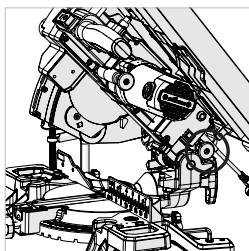

Fig. 5
- Saque el gancho de cerrojo de la cabeza de corte y permita que esta suba hasta su posición más elevada. (Fig. 5)